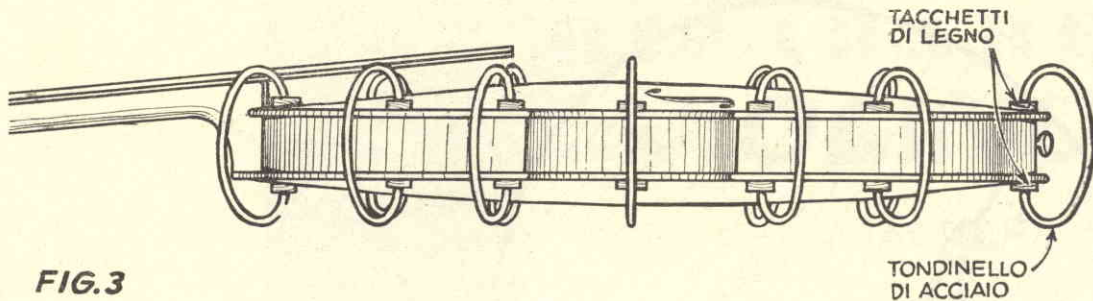

FIG. 3
Dopo aver tracciato il disegno staccare dal metallo il foglio di carta e percorrere nuovamente i contorni, direttamente sul metallo, per approfondirli alquanto (fig. 2). Poi, capovolgere il lavoro e tracciare un'altra linea a fianco dei contorni, dalla loro parte interna (fig. 3). Questa operazione va fatta tenendo il lavoro sulla superficie di media durezza (foglio di cartone, rivista).
La linea «interna» al contorno (per intenderci, quella di cui abbiamo parlato in riferimento alla fig. 3) va tracciata tenendo l'utensile in angolo (non verticale) sul contorno vero e proprio, in modo che quest'ultimo serva da guida. Se volete essere sicuri da quale parte del contorno va tracciata la linea «interna», tenete presente che quest'ultima deve essere dalla parte che andrà poi posta in rilievo.
**Rilievo arrotondato:** Dopo aver eseguito qualche lavoro col sistema dello sbalzo in piano ed avrete acquistata una sufficiente esperienza, vorrete senza dubbio provare a fare dello sbalzo arrotondato (fig. 12). La sola differenza tra i due sistemi è che, invece di fare le linee «interne» con la punta del lapis o del tondino (fig. 3), nel secondo sistema il disegno viene sbalzato con i margini curvi per mezzo di una gomma da cancellare (fig. 13). Ed ecco come: il lavoro è disposto su di una superficie morbida ed il disegno viene sbalzato passando, tra i suoi contorni, una gomma da cancellare. Fate dei passaggi precisi, leggeri e rapidi, evitando di applicare una eccessiva pressione, che potrebbe lasciare nel metallo delle ammaccature profonde.
torno allo strumento, a distanza di cinque o sei centimetri l'uno dall'altro, tanti anelli d'acciaio che premono la tavola contro le fasce per assicurare l'aderenza finché la colla non sia asciutta (fig. 3).